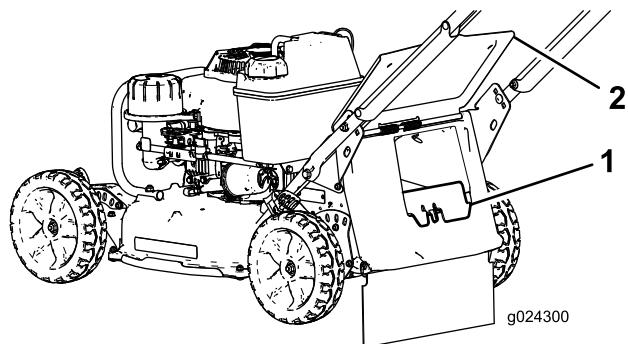

Figura 19
- Se o bujão de descarga traseira não estiver instalado, agarre-o pela pega, eleve a porta traseira e insira-o na calha de descarga traseira até que encaixe no sítio (Figura 19).
3. Retire o bujão de descarga traseira empurrando o trinco para baixo com o polegar e retirando o bujão da máquina (Figura 19).